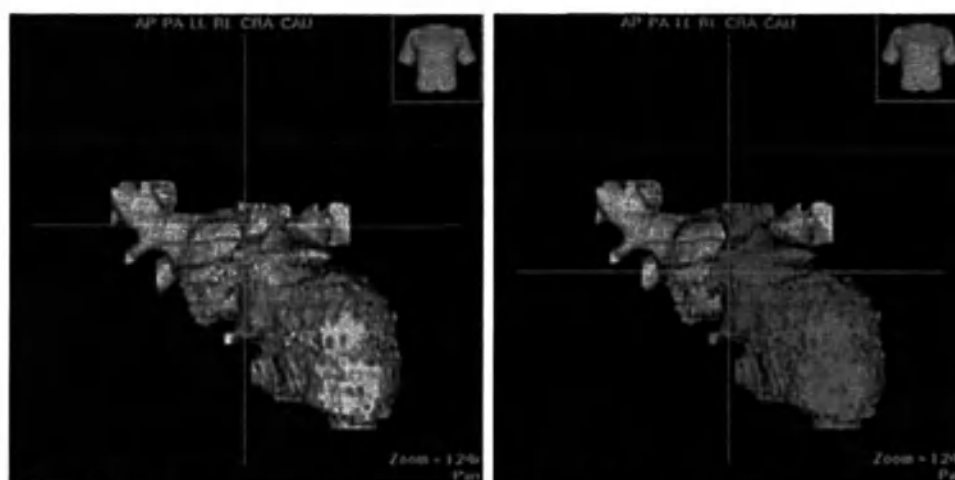

Рисунок 249. До (слева) и после (справа) применения разделителя.
6. Нажать [Применить] для разделения определенных структур на сегменты (смотри Рисунок 249).